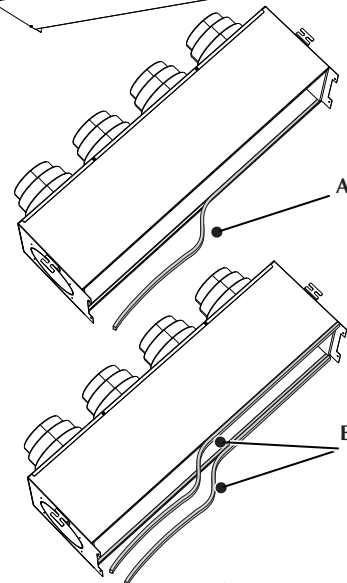

Fig.2
- Incollare il lato adesivo della guarnizione isolante più corta (A) sulla piega interna del pannello di chiusura (fig.2)
- Incollare il lato adesivo delle due guarnizioni più lunghe sul lato esterno delle pieghe (B) (fig.2)